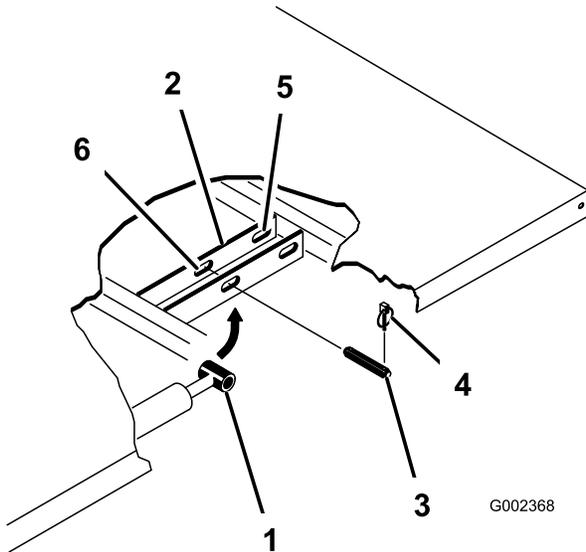

Bild 3
2. Nehmen Sie die Klappstecker von den äußeren Enden der Lastösenbolzen der Zylinderstange (Bild 3) ab.